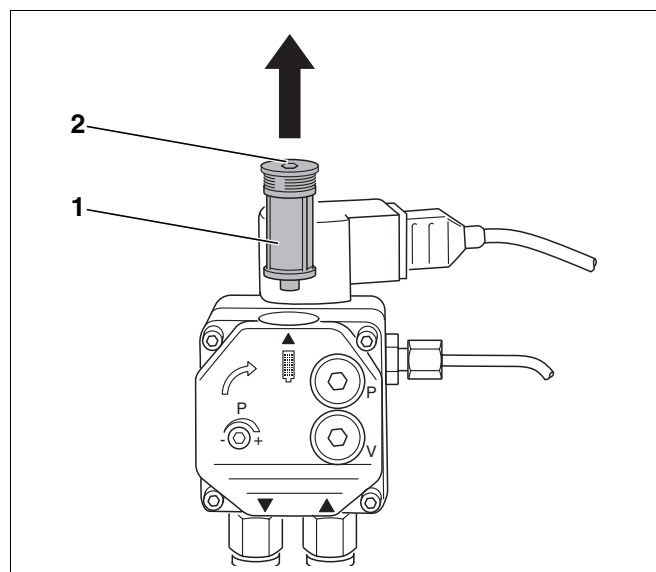

Рис. 20 Проверка фильтра топливного насоса Danfoss
- Открутить расположенный сверху винт с внутренним шестигранником (Рис. 20, поз. 2).
- Вынуть вверх фильтр топливного насоса (Рис. 20, поз. 1).
- Очистить фильтр топливного насоса (Рис. 20, поз. 1) промывочным бензином, если требуется, заменить его, и вновь установить на прежнее место.